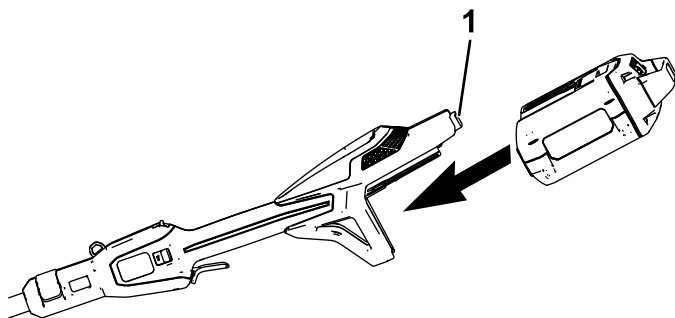

Figura 7
2. Allineate la cavità nel pacco batteria con la linguetta sull'alloggiamento della testa di alimentazione (Figura 7).
3. Spingete il pacco batteria nella testa di alimentazione fino a quando la batteria non si blocca nel fermo (Figura 7).